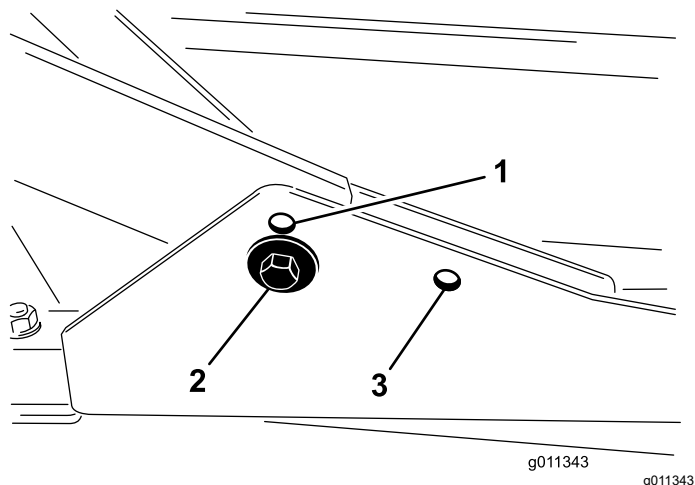

Figura 7
- Para alturas de corte de 2.0 cm - 7.6 cm (0.75" - 3"), monte los bastidores de tiro delanteros en los orificios de montaje delanteros inferiores (Figura 7).
- Para alturas de corte entre 6.3 y 10 cm (2.5" a 4"), los bastidores de tiro delanteros deben montarse en los orificios de montaje delanteros superiores (Figura 7).
Para todas las alturas de corte, monte la unidad de corte trasera en los orificios de montaje traseros (Figura 7).